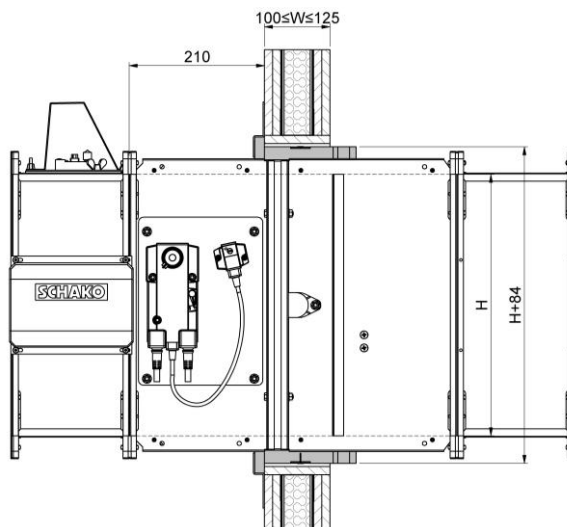

Figure 24 : Montage à sec avec cadre de montage type ER-A1 dans une cloison légère (F90) W ≤ 125
- Réaliser l'embrasure sur tout le pourtour (pos. 20) en utilisant des plaques de plâtre résistantes au feu (GFK) de 12,5 mm ou 2 plaques à 12,5 mm et les visser sur tous les côtés du cadre en profilés métalliques (pos. 33.2 – fixation : par ex., vis à fixation rapide \varnothing 3,5 x 25 mm ou \varnothing 3,5 x 45 mm ; distance entre les vis \leq 250 mm, mais au moins 2 vis par côté).
- Installer le BKA-Ü dans l'évidement du mur (dimensions : B + 93⁺² mm x H + 93⁺² mm) de sorte que la joue du cadre de montage type ER-A1 soit en contact avec le mur (côté accès - distance de montage 210 mm au mur voir Figure 24). Veiller à ce que la fente annulaire entre le mur et le cadre de montage, type ER-A1, soit homogène et bien au milieu. Monter les éléments de fermeture BKA-Ü à l'aide de dispositifs de suspension, etc.
- Le BKA-Ü est fixé à la structure porteuse (profilés des chevêtres - pos. 10) de tous les côtés avec le nombre correspondant de pattes de fixation (pos. 18 ; voir Tab. 5). Chacune des pattes de fixation est fixée sur la structure porteuse à l'aide de 2 vis de fixation rapide (pos. 19 par ex. \varnothing 3,5x35 mm ; adapter la longueur des vis à l'épaisseur du parement).